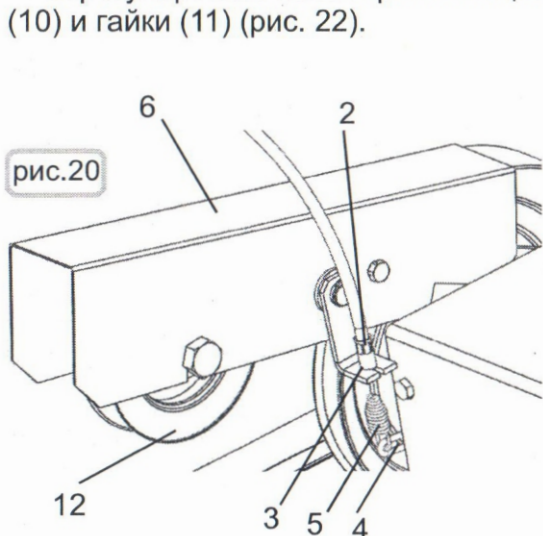

рис.20
Натяжной ролик (12) рис.20 должен находиться на внешней стороне ремня.
Крючок пружины троса (5) зацепить за скобу (4) (рис. 20).
Нажав рукой на механизм натяжения/торможения (6) завести оболочку троса (2) в упор (3) (рис. 20).